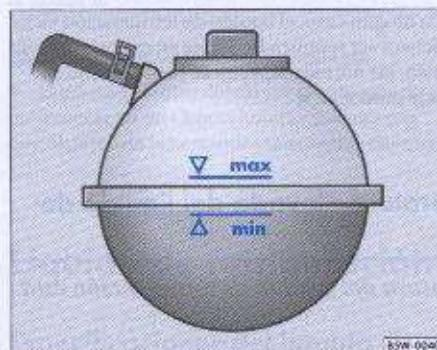

Fig. 112 Depósito de expansión del líquido de refrigeración
Verifique, con el motor frío, el nivel del líquido de refrigeración, fijándose para las marcas laterales "máx." y "mín." del depósito de expansión del líquido de refrigeración → fig. 112.
- Tenga el cuidado de completar el depósito en el máximo hasta la marca → fig. 112 "máx."
No sobrepase la marca → página 174, fig. 112 "máx." en el relleno. Caso contrario, el líquido de refrigeración excedente es expulsado del sistema de refrigeración con el motor caliente.